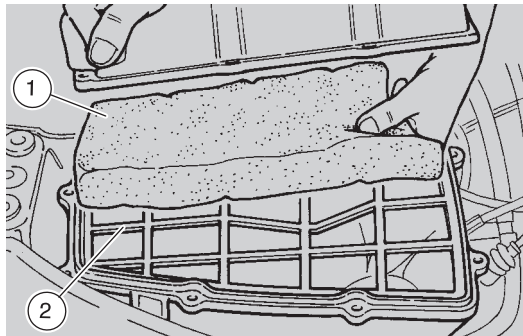

Fig. 41
- retirer l'élément filtrant (1-Fig. 41) et la grille (2-Fig. 41);